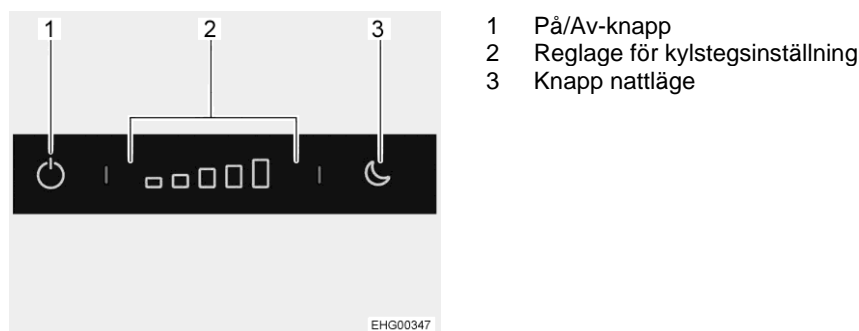

Bild 88 Reglage, knappar (kylskåp)
**Slå på:** ■ Tryck in På/Av-knappen (Bild 88,1) och håll intryckt ungefär 2 sekunder. Den blå kontrollampan visar att kylskåpet fungerar. Reglaget (Bild 88,2) visar det inställda kylsteget. Denna indikator dimmas efter ungefär 10 sekunder.
**Slå från:** ■ Tryck in På/Av-knappen (Bild 88,1) och håll intryckt ungefär 2 sekunder. Den blå kontrollampan slocknar långsamt.
**Ställa in kylsteg:** ■ Tryck på önskat kylsteg på reglaget (Bild 88,2).
**Slå på nattläge:** ■ Tryck på knappen nattläge (Bild 88,3). Den blå kontrollampan visar att nattläge är aktiverat.
**Slå av nattläge:** ■ Tryck på knappen nattläge (Bild 88,3). Den blå kontrollampan slocknar. Kylskåpet arbetar på nytt i normaldrift.